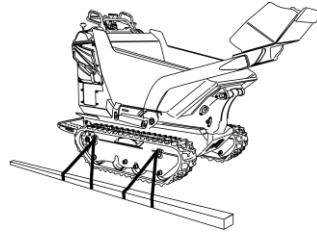

Abb. 45 – Verankerungspunkte für den Transport
- Mit stabilen CE-typengeprüften Ankerstäben fest am Boden des Transportfahrzeugs befestigen und immer an den in Abbildung 45 angegebenen Punkten verbinden.